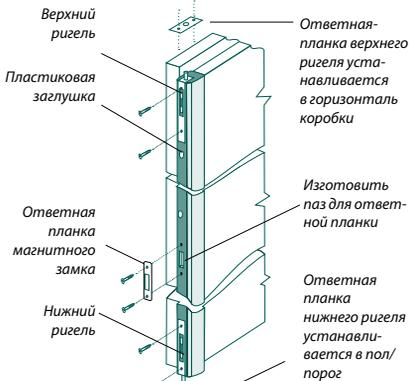

Рис. 20
4.5.2 Установите в пазы фурнитуру (2 ригеля и ответную планку для замка). Рис. 20.